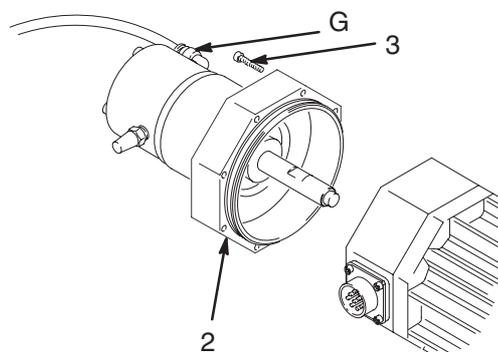
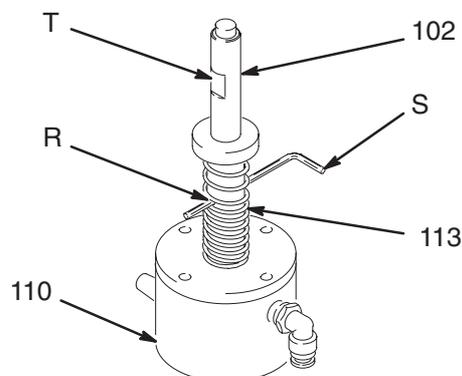
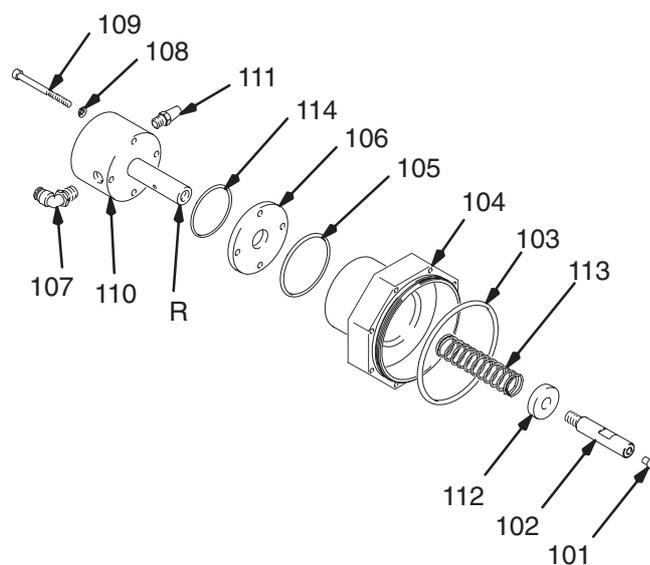

Fig. 5
Fig. 6
Fig. 7
3. Desconecte las líneas de fluido de la entrada (A) y la salida (B) de fluido de la válvula dosificadora.
4. Desconecte la línea neumática de la entrada de aire del dispositivo de cierre (G). Vea la Fig. 5.
6. Conecte un suministro de aire comprimido a la entrada de aire del dispositivo de cierre (G). Accione el cilindro con una presión de aire de, aproximadamente, 3500 kPa, 3,5 bar, para retraer el vástago del dispositivo de cierre y mantener comprimido el resorte del mismo.
7. Saque los ocho tornillos (3) del conjunto del dispositivo de cierre (2), y desmonte el conjunto del dispositivo de cierre. Vea la Fig. 5.
9. Desconecte la línea neumática de la entrada de aire del dispositivo de cierre (G).
10. Saque los tornillos (109) y las arandelas de seguridad (108) del cilindro de cierre (110). Vea la Fig. 7.
11. Desmonte el cilindro (110) de la tapa (104).
12. Saque las juntas tóricas (105, 103) de la tapa (104).
13. Introduzca un pasador o una chaveta hexagonal (S) de 1/8 de pulgada de diámetro entre las espirales del resorte (113) y dentro del orificio de 4 mm (0,156 pulg.) de diámetro del vástago del cilindro (R). Vea la Fig. 6.
14. Gire lo más posible el resorte, de tal forma que el máximo número de espirales quede debajo del pasador o de la chaveta, reduciendo así la tensión del resorte sobre la extensión del vástago (102).
15. Coloque el extremo plano del cilindro de cierre (110) sobre una superficie de trabajo horizontal y resistente.
16. Sujete el pasador o la chaveta hexagonal (S) al vástago del cilindro (R). Coloque una llave de boca de 3/8 de pulg. en las partes planas (T) de la extensión del vástago (102). Gire la extensión sólo lo suficiente para aflojar la junta de Loctite®.
17. Presione la extensión del vástago para evitar que las piezas puedan salir disparadas, y desenrosque la extensión del vástago del cilindro (R).
18. Comprima el resorte (113) lo suficiente como para sacar el pasador o la chaveta (S) de 1/8 de pulg. del vástago del cilindro (R).
19. Retire el resorte (113), el espaciador del cilindro (106) y la junta tórica (114) del vástago del cilindro (R). Vea la Fig. 7.
20. Retire el parachoques de goma (101) de la extensión del vástago (102).
22. Coloque el extremo plano del cilindro de cierre (110) sobre una superficie horizontal y resistente, con el vástago (R) dirigido hacia arriba.
23. Instale la junta tórica (114), el espaciador del cilindro (106) y el resorte (113) en el vástago del cilindro (R).
24. Introduzca un pasador o una chaveta hexagonal de 1/8 de pulgada de diámetro entre las espirales del resorte y dentro del orificio de 4 mm (0,156 pulg.) de diámetro del vástago del cilindro (R). Vea la Fig. 6.
26. Coloque la copela de resorte (112) en el extremo del resorte (113).
27. Aplique sellador anaeróbico (Loctite® 242 ó 243 ó equivalente) al extremo roscado de la extensión del vástago (102).
28. Introduzca el extremo roscado de la extensión del vástago (102) en el orificio de la copela de resorte (112). Presione la extensión del vástago y la copela de resorte, y enrosque la extensión en el vástago del cilindro (R).
29. Sujete el pasador o la chaveta hexagonal en el vástago del cilindro (R) al tiempo que aprieta la extensión del vástago (102) con una llave de boca de 3/8 de pulg.
30. Retire el pasador o la chaveta de 1/8 de pulg. de diámetro del vástago del cilindro (R) y del resorte (113).
32. Instale el conjunto del cilindro de cierre (110) en la tapa (104), y sujételo con los tornillos (109) y las arandelas de seguridad (108).
33. Instale el parachoques de goma (101) en el extremo de la extensión del vástago (102).
34. Conecte un suministro de aire comprimido en la entrada de aire del dispositivo de cierre (G). Accione el cilindro para retraer el vástago de cierre y mantener el resorte comprimido.
35. Sujete el conjunto del dispositivo de cierre (3). Vea la Fig. 5.